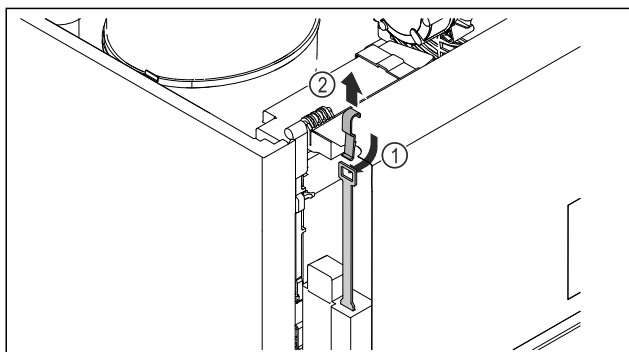

Fig. 244
- Vstavite ključ za odklepanje v sili od zgoraj Fig. 244 (1) in ga zataknete v ključavnico ter povlecite navzgor Fig. 244 (2).